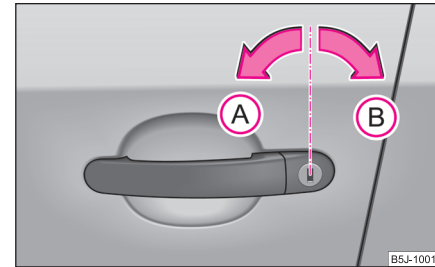

Abb. 21 Schlüsseldrehungen zum Auf- und Zuschließen
- Drehen Sie den Schlüssel im Schloss der Fahrertür nach links in die Öffnungsstellung **A** ⇒ **Abb. 21**.
- Drehen Sie den Schlüssel im Schloss der Fahrertür nach rechts in Schließstellung (B) ⇒ Seite 35, Abb. 21.